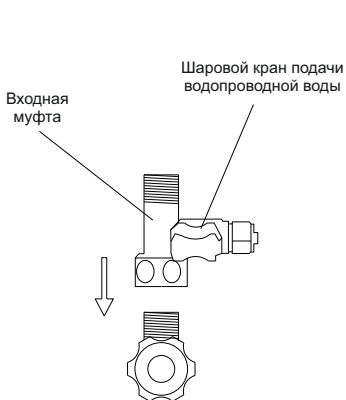

Рисунок 6
3. Взять из комплекта поставки шаровой кран подачи водопроводной воды и присоединить к боковому отверстию входной муфты (рис. 6).